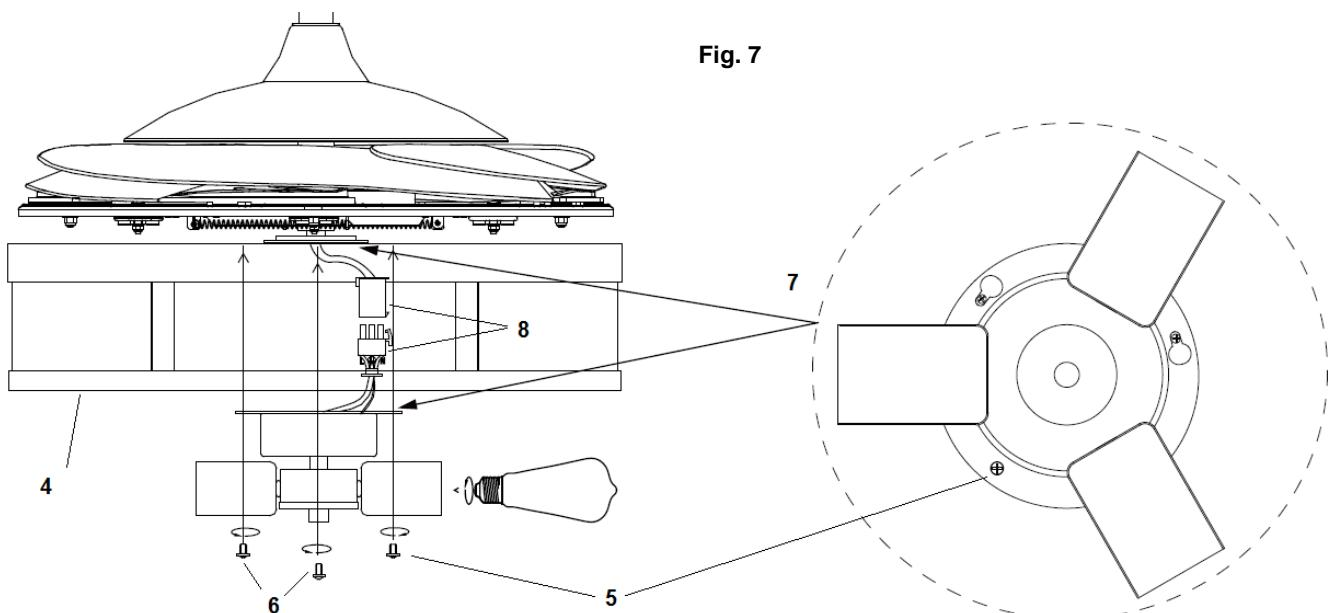

Fig. 7
4. Collegare i connettori (8).
5. Allentare la vite (5) del paralume (4). Allineare le due viti (6) con i fori sul kit luce (7). Fig. 7